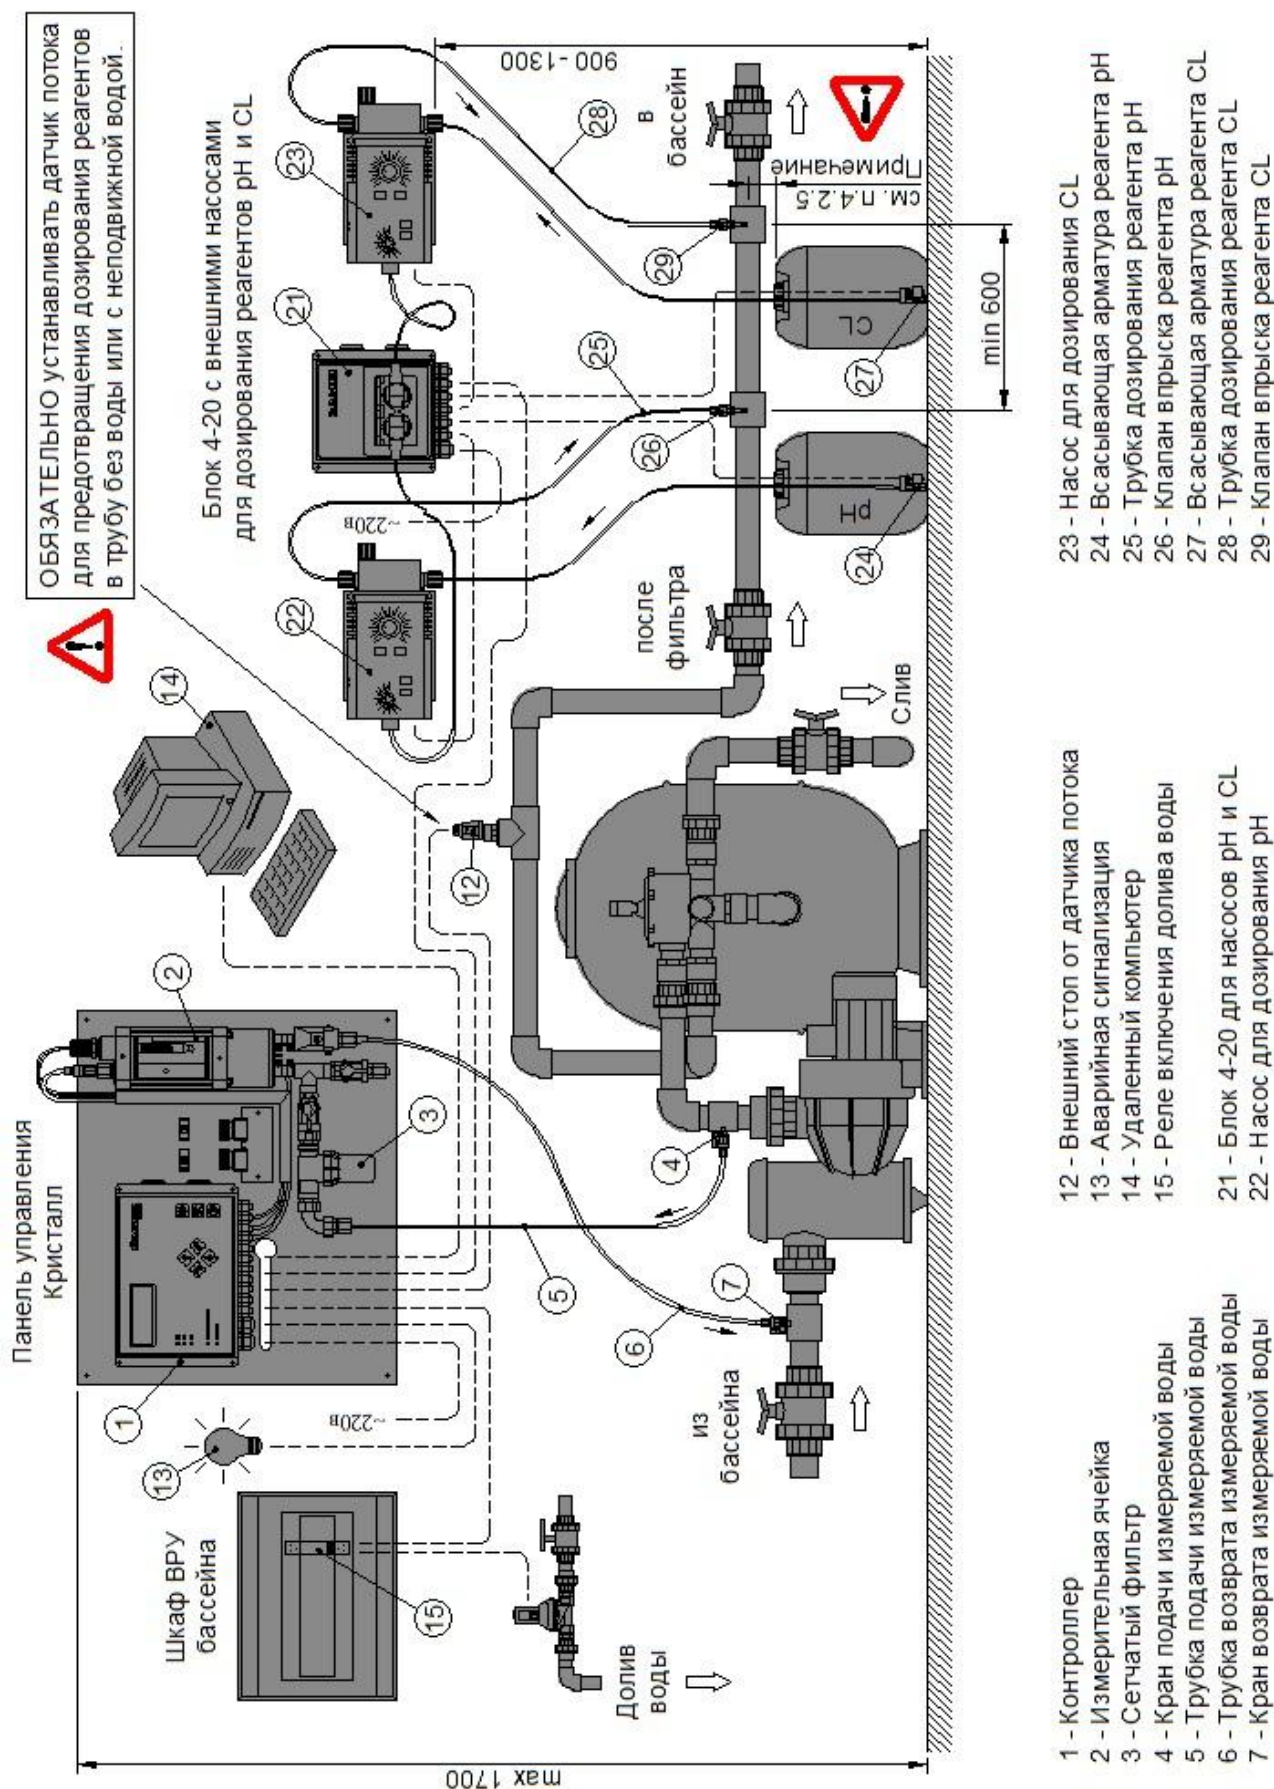

Рис.2-1 Схема размещения оборудования Кристалл 4-20
На рис.2-1 изображен монтаж станции Кристалл 4-20: Rx, pH с отбором воды для измерений из трубопровода фильтрации, а на рис.4.3-1 – электросхема для этого монтажа.
Дозирование реагентов прекращается также при отсутствии потока воды в трубопроводе возврата воды в бассейн после фильтрации. Это необходимо для предотвращения дозирования реагентов в трубу с неподвижной водой или без воды. Для контроля потока воды необходимо установить в трубопровод специальный датчик потока (12), как это показано на рис.2-1. Для повышения точности измерения и дозирования в станции предусмотрена задержка включения дозирующих насосов после появления потока воды в измерительной ячейке или после возобновления фильтрации. Длительность этой задержки устанавливает Покупатель в настройках контроллера.
Дозирование реагентов может также прекращаться при включении долива воды в бассейн, если для этого долива используется электромагнитный клапан. В этом случае управление доливом рекомендуется производить через контактор (15), в котором через одну пару контактов подаётся питание к электромагнитному клапану долива воды, а через другую пару контактов в контроллер подается сигнал о включении долива (как это показано на рис.2-1, 4.3-1). Если нет необходимости или возможности блокировать дозирование реагентов при включении долива воды, то необходимо установить перемычку на клеммы «Доллив» внутри контроллера (см. подробнее п.4.3.1).
В домашних бассейнах, на которые требования упомянутого ГОСТ не распространяются, допускается отбирать воду для измерений из трубопровода циркуляционного водообмена (фильтрации), как это показано на рис.2-1 настоящего Руководства. Однако, используя это решение, следует знать, что значения измеряемых показателей воды из ванны бассейна и из трубопровода фильтрации не обязательно будут одинаковыми.
Панель управления станции устанавливается на стену технического помещения бассейна, как это показано на рис.2-1 настоящего Руководства.
Место для установки Панели управления надо выбирать с таким расчётом, чтобы трасса подачи измеряемой воды от точки отбора до измерительной ячейки была по длине не более 4 метров. Если вода для измерений отбирается из трубопровода фильтрации (как это показано на рис.2-1), то отсчёт длины вести от крана подачи измеряемой воды (поз.4 на рис.2-1). Если вода для измерений отбирается непосредственно из ванны бассейна, то отсчёт длины вести от водозабора, установленного в стену ванны бассейна.
Панель управления рекомендуется устанавливать не выше 1700 мм от пола (на уровне глаз), как это показано на рис.2-1, при этом над панелью должно оставаться не менее 200 мм свободного пространства для удобства установки/замены измерительных электродов в измерительной ячейке.
Блок 4-20 для подключения внешних насосов дозирования рН и CL устанавливается на стену технического помещения бассейна, как это показано на рис.2-1 и 4.2-2 Руководства.
Блок устанавливать не выше 1300 мм от пола рядом с дозирующими насосами для реагентов рН и CL (поз.22 и 23 на рис.2-1), чтобы минимизировать длину кабелей от Блока к дозирующим насосам и расходным канистрам реагентов. При этом справа и слева от Блока должно оставаться не
Насосы для дозирования pH и CL устанавливаются на стену технического помещения бассейна (пример установки показан на рис.2-1 настоящего Руководства).
Место для установки насосов рекомендуется выбрать вблизи клапанов впрыска реагентов pH и CL, чтобы минимизировать длину трубок дозирования реагентов (поз.25 и 28 на рис.2-1).
Насосы устанавливать не выше 1300 мм от пола, чтобы уменьшить высоту подъема реагента из расходной канистры к насосу и обеспечить свободное, без натяжения, подключение к насосам трубок всасывающей арматуры (поз.24 и 27 на рис.2-1).
Кран подачи измеряемой воды устанавливается на напорный трубопровод насоса фильтрации (как это показано на рис.2-1, поз.4) или на напорный трубопровод специального насоса для измеряемой воды
Место для установки крана надо выбирать с таким расчётом, чтобы трасса подачи измеряемой воды от точки отбора до измерительной ячейки была по длине не более 4 метров. Если вода для измерений отбирается из трубопровода фильтрации (как это показано на рис.2-1), то отсчёт длины вести от устанавливаемого крана (поз.4 на рис.2-1).
Кран возврата измеряемой воды устанавливается на всасывающий трубопровод насоса фильтрации (как это показано на рис.2-1, поз.7) или на всасывающий трубопровод специального насоса для измеряемой воды.
Если кран устанавливается на горизонтальном участке трубопровода, то резьбовое отверстие G 1/4" для установки крана должно быть обращено вверх. Если толщина стенки трубопровода в месте установки крана меньше 5 мм, то эту толщину следует увеличить, установив на трубопровод соединительную муфту, как это показано на рис.2-1 и 4.2-4.
Клапаны впрыска реагентов pH и CL должны устанавливаться в соответствии с требованиями п.9.6.2.3 ГОСТ Р 53491.1–2009 на прямолинейном участке трубопровода подачи воды в бассейн после всех этапов водоподготовки. Клапаны устанавливаются таким образом, чтобы сначала в воду добавлялся реагент pH и лишь затем – реагент CL. Расстояние между клапанами должно быть не менее 600 мм, как это показано на рис.2-1, поз.26 и 29.
Если клапаны устанавливаются на горизонтальном участке трубопровода, то резьбовые отверстия G 1/2" для их установки должны быть обращены вверх. Если толщина стенки трубопровода в местах установки клапанов меньше 5 мм, то эту толщину следует увеличить, установив на трубопровод соединительную муфту, как это показано на рис.2-1 и 4.2-5.
Примечание к размещению клапанов впрыска на рис. 2-1: